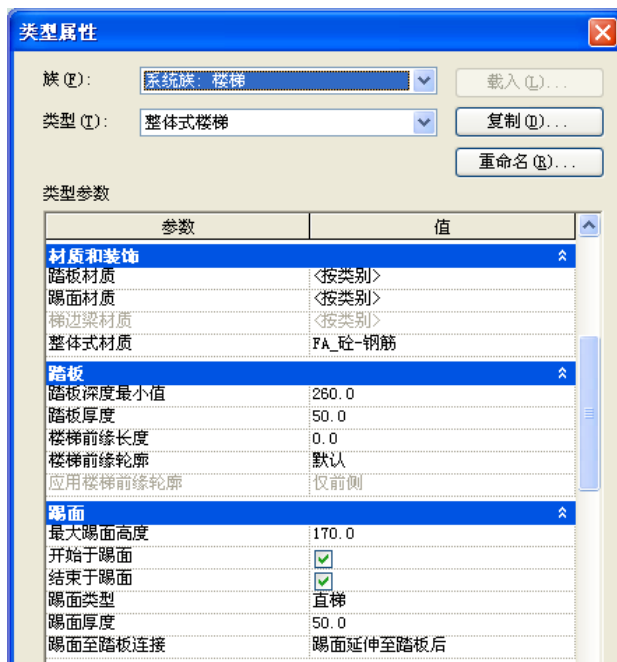

图 3-29
- 单击“属性”面板，进入“类型属性”对话框，确保勾选“开始于踢面”及“结束于踢面”的复选框，两次“确定”关闭所有对话框（如图 3-29 所示）。